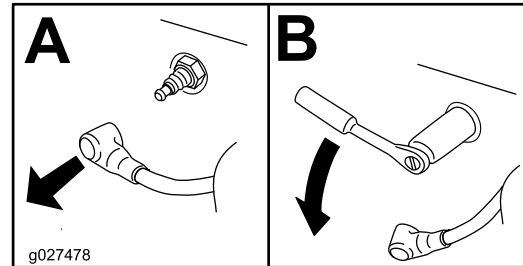

Bild 43
3. Nehmen Sie die Zündkerze heraus (Bild 43).